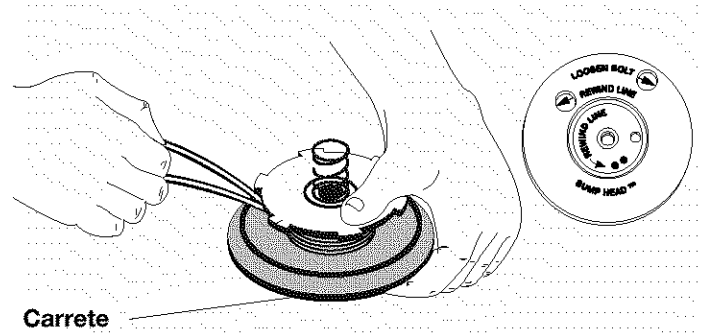

Fig. 32
2. Coloque su dedo índice entre las dos líneas para evitar que se superpongan (vea la Fig. 32).
3. Bobine ambas líneas al mismo tiempo en capas parejas y ajustadas sobre el carrete, en el sentido indicado en el carrete (Fig. 32).